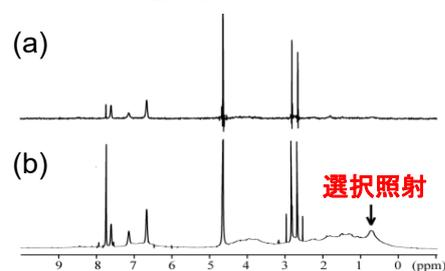

図4 ヒト血清アルブミンとサリチル酸の相互作用(STD法)
- STD法の測定手法を図3に、応用例を図4に示します。タンパク質によるシグナルが効率よく除去され、リガンド分子のシグナルが鮮明に表れていることが分かります。